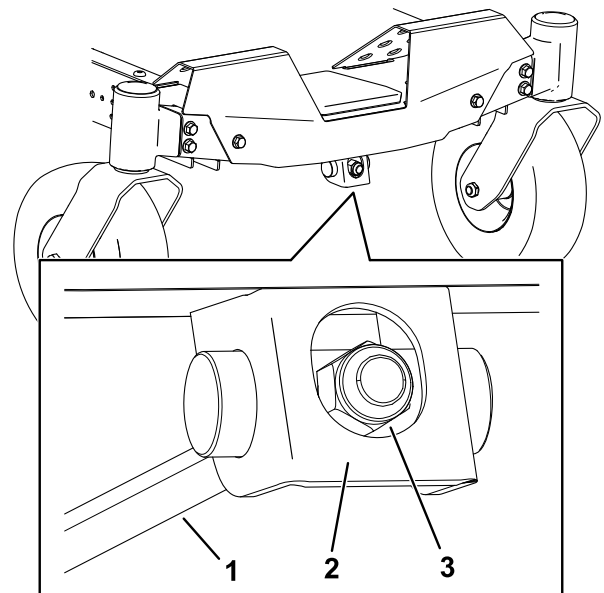

Bild 69
1. Drehen Sie die Einstellmutter an der Vorderseite des Mähers (**Bild 69**).